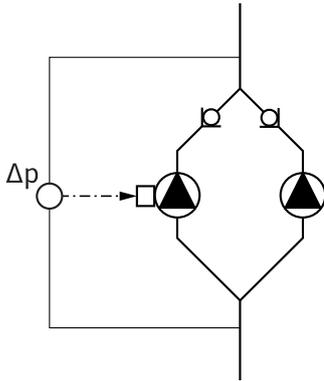

Fig. 18: Ejemplo, conexión de sonda de presión diferencial
- En el ejemplo de la Fig. 18, la bomba principal es la que está a la izquierda según el sentido del flujo. Conecte la sonda de presión diferencial a esta bomba.
- Los puntos de medición de la sonda de presión diferencial de la bomba principal deben estar en el tubo colector correspondiente en el lado de aspiración y de impulsión del sistema de bomba doble (Fig. 18).